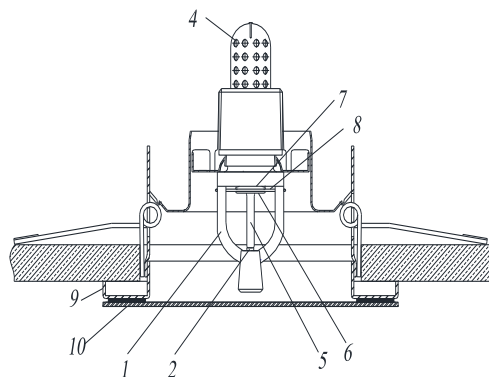

Рисунок 1
3.1 Распылитель состоит из корпуса 1, винта 2, втулки 3, фильтра 4, запорной стеклянной колбы 5, крышки 6 и тарельчатой пружины 7, выбрасывающей пружины 8, монтажного патрона 9 и декоративной крышки 10 (рис. 1).